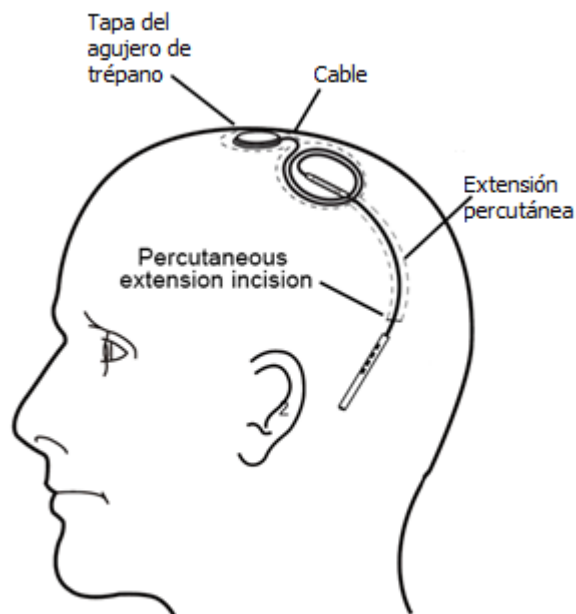

FIGURA 16: Inserción de la extensión percutánea en el tubo
- (1) Haga una pequeña herida por donde la extensión percutánea saldrá de la piel. (en lo sucesivo, "incisión de extensión percutánea")
- (2) Haga un túnel subcutáneamente desde la incisión del electrodo a través del punto de salida (incisión de extensión percutánea) utilizando las herramientas de tunelización incluidas en el kit de plomo (la varilla de tunelización se inserta en el tubo) y doble la varilla de tunelización según sea necesario para ajustarse a la contorno corporal.
- (3) Desatornille la punta de tunelización y retire la varilla de tunelización de la incisión del electrodo dejando el tubo en su lugar.
- (4) Pase la extensión percutánea (extremo del tapón) desde la incisión del electrodo a través del tubo. Deje solo el mango del tapón y una longitud adecuada del percutáneo extensión que sobresale del punto de salida. (Figura 16)
- (5) Retire el tubo, dejando el electrodo de extensión percutáneo en su lugar.